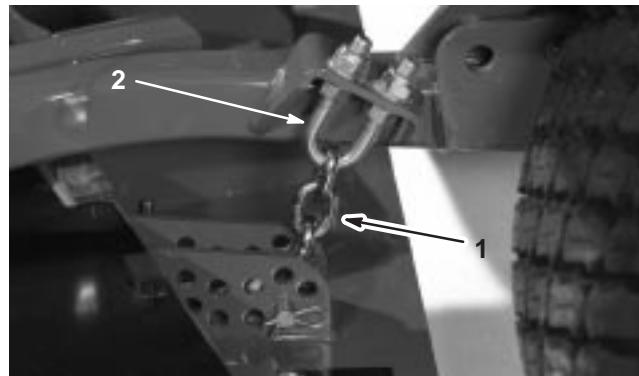

Bild 12
5. Entfernen Sie den Splint und den Lastösenbolzen, mit denen die Schnitthöhenkette an der Rückseite des mittleren Mähwerks befestigt ist (Bild 12).